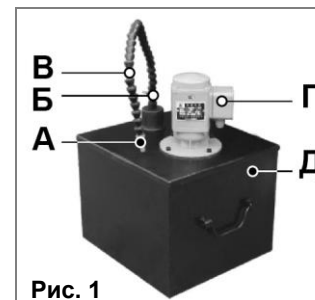

Рис. 1
3.1. В комплект входят (см. Рис. 1 - 3)